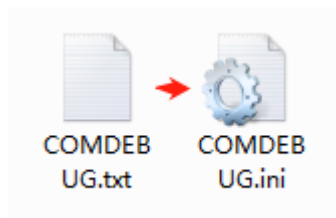

图 4-6 修改后缀名
- 2) 修改 COMDEBUG.txt 后缀名改为 COMDEBUG.ini，这样就完成创建配置文件，如图 4-6 所示；